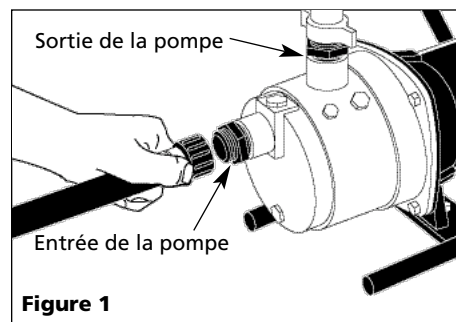

Figure 1
(Rappel : réduire la longueur de tuyau et le nombre de raccords.) Un adaptateur de boyau d'arrosage est inclus (voir la figure 1).
7. Raccorder le tuyau de sortie ou le boyau à la pompe. La connexion de sortie est conçue pour un filetage NPT de 1 po (2,54 cm). Un tuyau rigide tel que de PVC ou un boyau de jardinage peut servir. Un adaptateur pour le filetage du boyau de jardinage est inclus (figure 1).
1. Raccorder le tuyau d'arrivée ou le boyau à la pompe. Un adaptateur pour le filetage du boyau de jardinage est inclus (figure 1).